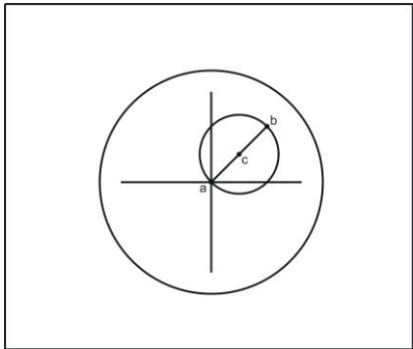

图 22
- (1) 在观察到的图像中找一小黑点，移动切片，使之位于目镜十字线的中心 a 点。（如图 22）
- (2) 转动工作台，若物镜中心与工作台旋转中心不重合，则小黑点离开十字丝中心并绕一个圆转动，圆心 c 点即为工作台旋转中心。
- (3) 转动工作台，将小黑点转至 b 点，调节物镜，使小黑点移至 ab 的中点即圆心 c 点。
- (4) 移动切片，将小黑点由 c 点移至 a 点，旋转工作台，看是否与目镜十字丝中心重合，如不重合，重复上述步骤，直至重合为止。